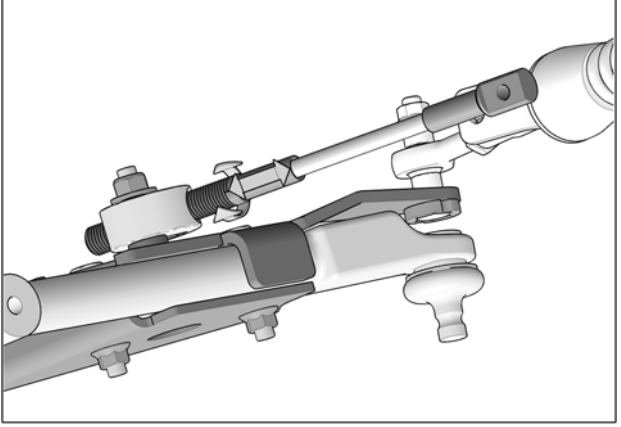

Fig. 20
13. Tourner le volant du véhicule à gauche, au maximum. En maintenant une pression au volant, ajuster le câble (ajuster la longueur en vissant ou dévissant) pour obtenir une distance de 13-19 mm [$\frac{1}{2}$ - $\frac{3}{4}$ po] du centre de l'extrémité du câble (1) au centre du support de fixation (2). Voir la Fig. 20